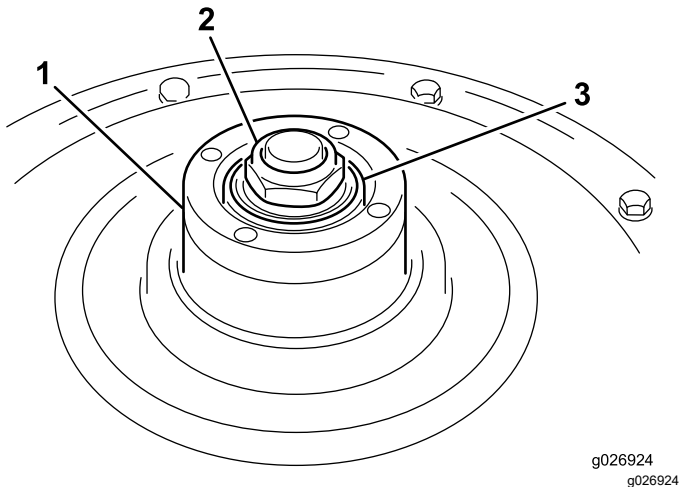

Figura 13
2. Rode o cubo da roda (Figura 13) para verificar o ajuste do rolamento. Deve sentir um ligeiro arrasto quando roda o cubo. Se o arrasto não for evidente, aperte a porca do cubo da roda (Figura 13) até sentir um ligeiro arrasto quando rodar o cubo.
3. Verifique o anel para assegurar que não está danificado e certifique-se de que está assente no diâmetro interior do cubo da roda (Figura 13).